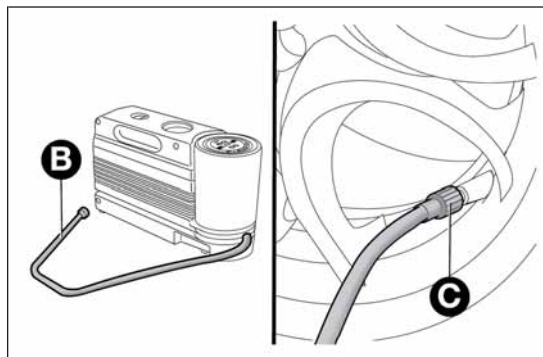

РИС. 128
- взведите стояночный тормоз, отвинтите колпачок с ниппеля шины, выньте гибкую трубку заполнения А РИС. 128 и прикрутите зажимное кольцо В к ниппелю шины;